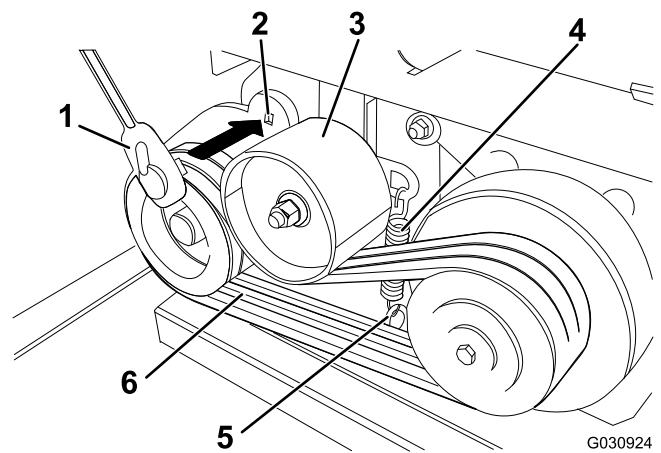

Figure 54
2. Contrôlez l'état de la courroie (Figure 54).
- B. Insérez une clé à douille dans le trou carré du bras de la poulie de tension et tournez la clé vers le haut (Figure 54).